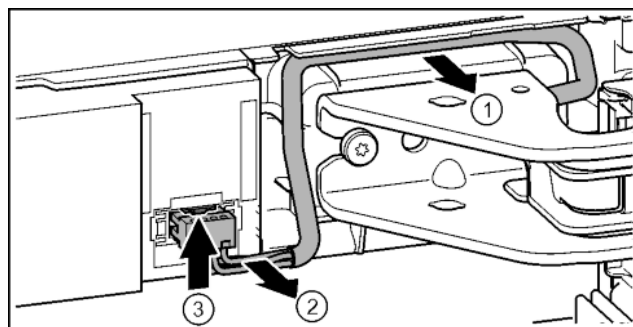

Fig. 20
- Kabel nad stojanem ložiska opatrně uvolněte z vedení. Fig. 20 (1)
- Kabelové prameny opatrně táhněte z kanálu. Fig. 20 (2)
- Tlačte lamelu nahoru a opatrně vytáhněte zástrčku. Fig. 20 (3)